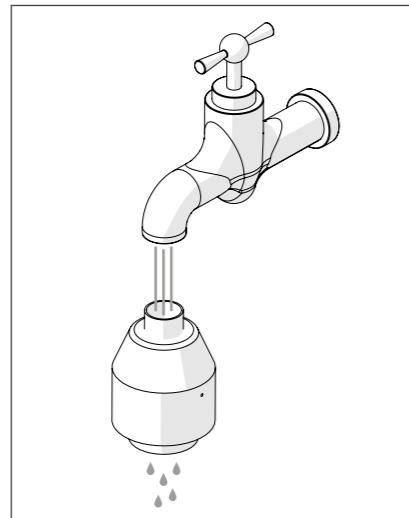

Bild 13
- Skölj katalysatorn i varmt vatten (bild 13).